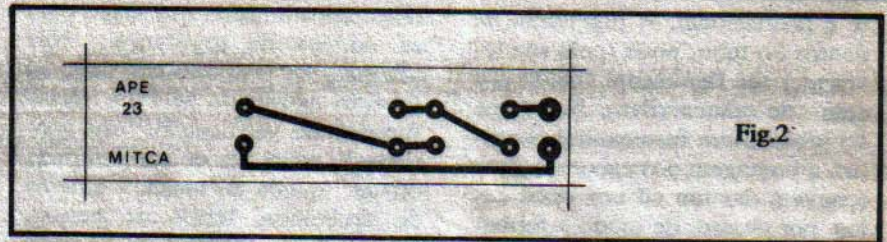

Fig.2
- FIG. 2 - Lay out, em tamanho natural, do Circuito Impresso específico para a montagem do MITCA. Não passa de uma "tripinha" de fenolite (dá para aproveitar qualquer pequeno retalho de placa que o Leitor/Hobbysta tenha sobrando aí, na sua sucata...), com poucas ilhas e pistas. Quem nunca tentou fazer uma plaquinha, tem nesse lay out pequeno e simples, uma boa razão para "começar", sem medo, usando qualquer das técnicas tradicionais de confecção. É importante ao Leitor/Hobbysta sem muita prática, consultar com atenção às INSTRUÇÕES GERAIS PARA AS MONTAGENS, na busca de essenciais informações e conselhos (estão em página "permanente", lá no começo da Revista...). Quem optar pela aquisição do MITCA em KIT, já receberá sua plaquinha pronta, protegida, furada e demarcada, com o que as grandes facilidades da MINIMONTAGEM ficarão ainda maiores... De qualquer modo, trata-se de uma placa específica que dá para ser feita "com uma das mãos amarradas às costas..."